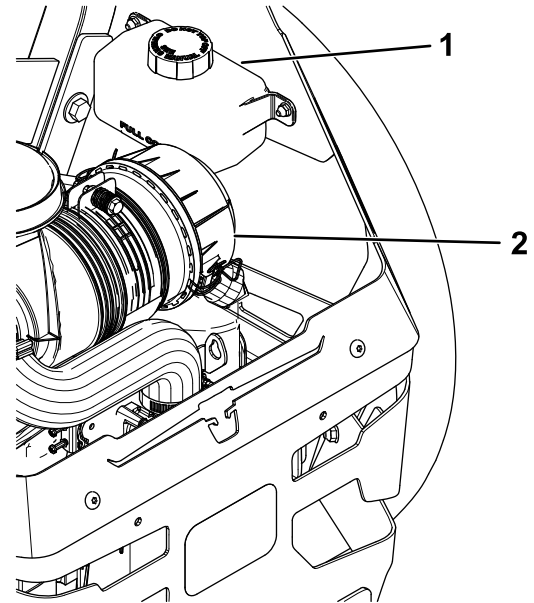

Рисунок 71
2. Проверьте уровень по расширительному бачку и при необходимости долейте гидравлическую жидкость Toro® HYPR-OIL™ 500 до линии FULL COLD (ПОЛНЫЙ В ХОЛОДНОМ СОСТОЯНИИ) (Рисунок 71).